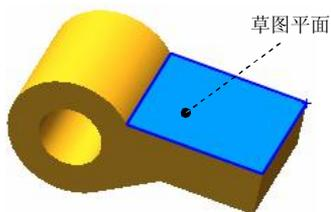
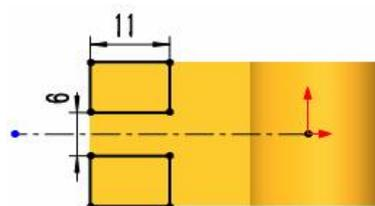

图 1.5 草图平面
图 1.6 横断面草图
Step3. 创建图 1.4 所示的切除-拉伸 1。选择下拉菜单 **插入(I)** → **切除(C)** → **拉伸(E)...** 命令；选取图 1.5 所示的面为草图基准面，绘制图 1.6 所示的横断面草图；在“切除-拉伸”对话框 **方向1** 区域 按钮后的下拉列表中选择 **完全贯穿** 选项；单击 按钮，完成切除-拉伸 1 的创建。